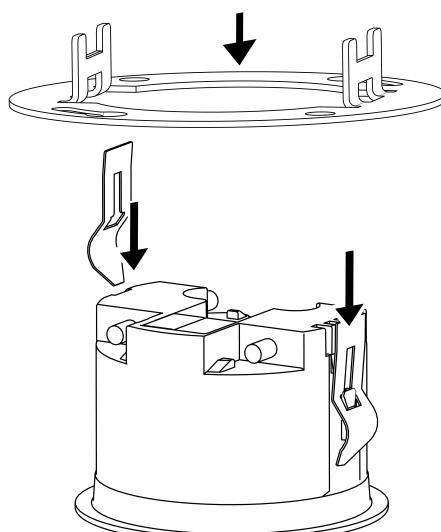

Figura 5
- Retirar la abrazadera elástica (3).
- Empujar por detrás los resortes de apriete (12) sobre las guías (2) en posición correcta, hasta que encajen (figura 5).